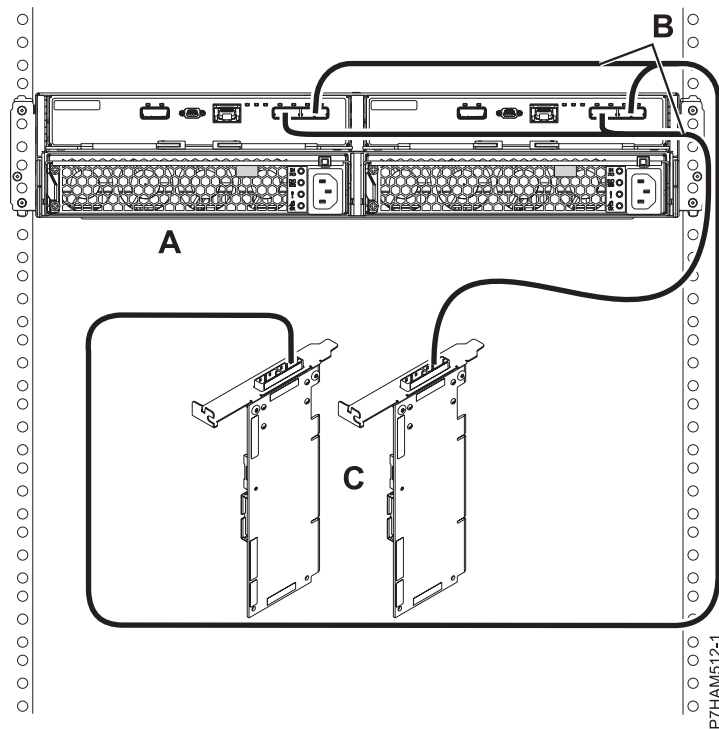

Figura 37. Connexió en mode 1 d'un allotjament d'unitats de disc 5887 utilitzant cables YO a un parell d'adaptadors SAS
11. Realitzeu la connexió en mode 1 d'un allotjament d'unitats de disc 5887 (A) utilitzant cables YO (B) a un parell d'adaptadors SAS (C), tal com es mostra a la Figura 37 a la pàgina 81.